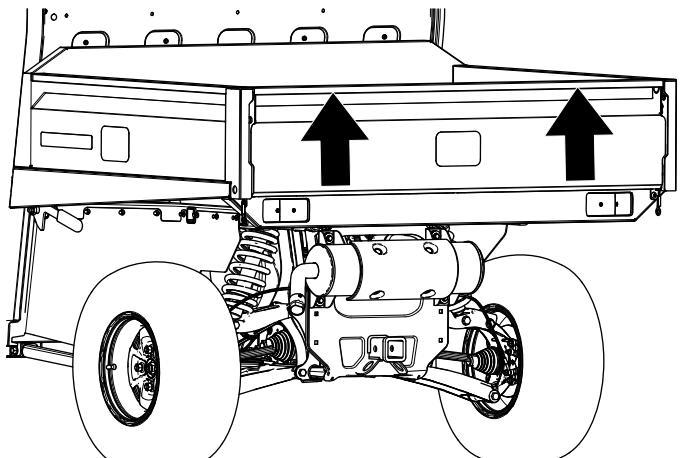

Figura 81
- Usando ambas manos, levante el portón trasero usando el resalte situado cerca de la parte superior del portón (Figura 81).